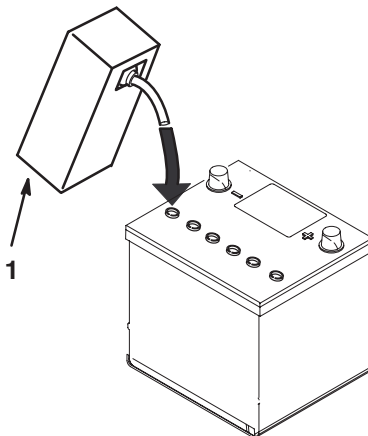

Bild 3
4. Lassen Sie die Batteriesäure ungefähr 20 bis 30 Minuten in die Platten einsickern. Füllen Sie ggf. mehr Batteriesäure ein, bis die Flüssigkeit ungefähr 6 mm vom Boden des Füllbrunnens ist (Bild 3).